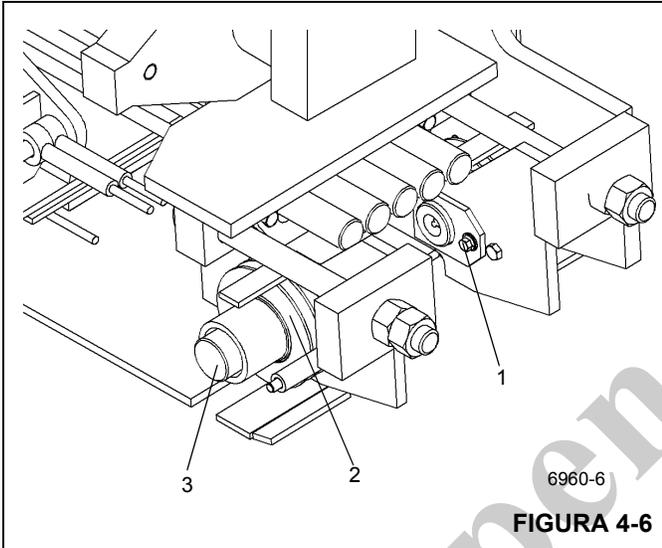

FIGURA 4-6
- Em ambos os lados, remova os parafusos (1) que fixam cada conjunto soldado do eixo do conjunto de polias de retração. Remova o eixo, a bucha espaçadora, o conjunto de polias e as duas arruelas de empuxo (3) (Figura 4-6). Se necessário, remova a graxeira dos conjuntos soldados do eixo.